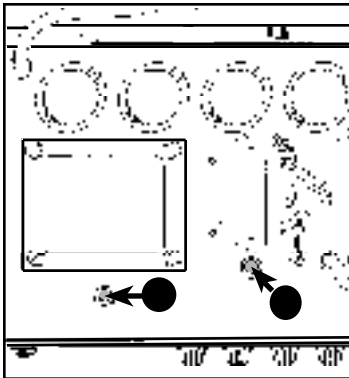

FIG. 1
- A. **HUM BALANCE ADJUSTMENT** - This adjustment minimizes the hum heard at the speakers due to tube filament imbalance. Balance is usually adjusted only when tubes have been replaced. •Adjustment Instructions: Turn the amplifier ON for 2 minutes with nothing plugged into any of the INPUTS. Rotate the VIBRATO CHANNEL volume, middle, and bass knobs fully clockwise and the treble knob fully counter-clockwise. Rotate ALL of the NORMAL CHANNEL knobs fully counter-clockwise. Switch OFF the REVERB and VIBRATO effects. Then insert a slotted screwdriver into the BALANCE ADJUSTMENT control, (see "A" in FIG. 1) and rotate back and forth to the position with the least amount of hum.
- A. **HUM BALANCE ADJUSTMENT** - Este ajuste reduce el zumbido que producen los altavoces debido al desequilibrio de los filamentos de los tubos. Realice el ajuste una vez sustituidos los tubos. Instrucciones para el ajuste - Mantenga encendido el amplificador durante 2 minutos sin ningún dispositivo conectado a las entradas INPUTS. Gire los botones de volumen VOLUME, medios MIDDLE y graves BASS del canal de vibrato VIBRATO CHANNEL completamente hacia la derecha y el de agudos TREBLE completamente hacia la izquierda. Gire TODOS los botones del canal normal NORMAL CHANNEL completamente hacia la izquierda. Desconecte los efectos REVERB y VIBRATO. A continuación, introduzca un destornillador ranurado en el control del ajuste de balance BALANCE ADJUSTMENT (véase "A" en FIG 1) y gírelo atrás y adelante hasta alcanzar la posición en la que se reduzca al máximo el zumbido.